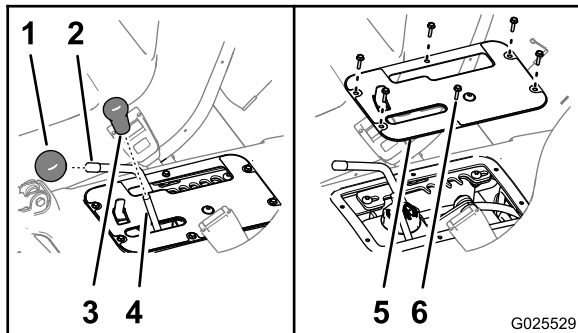

図 60
- 油圧昇降レバーと速度レンジ切り替えレバーからノブを取り外す 図 60。
- コントロールカバープレートを座席ベースに固定している六角ワッシャねじ6本#10 x 3/4"を外して、カバープレートを取り外す 図 60。
- コントロールカバープレートの穴を、座席ベースの穴に合わせる 図 60。
- プレートをベースに固定する六角ワッシャねじ6本 図 60 ステップ 2 で外したものを使用する。
- 油圧昇降レバーと速度レンジ切り替えレバーに、ノブを元通りに取り付ける 図 60。
9. コントロールカバープレートの穴を、座席ベースの穴に合わせる 図 60。
10. プレートをベースに固定する六角ワッシャねじ6本 図 60ステップ3で外したものを使用する。
11. 油圧昇降レバーと速度レンジ切り替えレバーに、ノブを元通りに取り付ける 図 60。